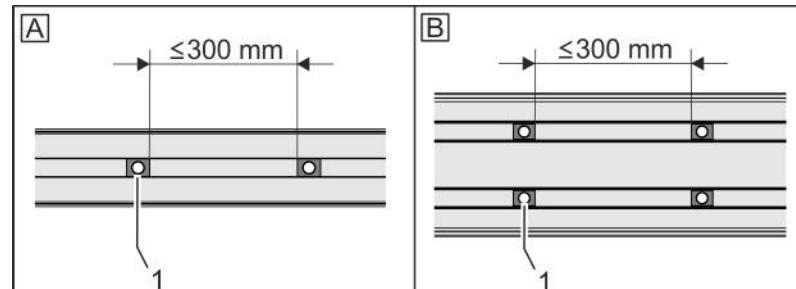

Abb. 16: Nutenstein positionieren
2. → Sicherstellen, dass bei Maximalbelastung ein Abstand von 300 mm zwischen den Nutensteinen (Abb. 16/1) nicht überschritten wird.